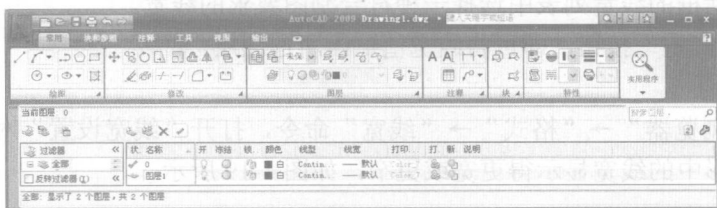

图 1-15 “图层特性管理器”对话框
(1) 通过上述操作打开“图层特性管理器”对话框,如图 1-15 所示。